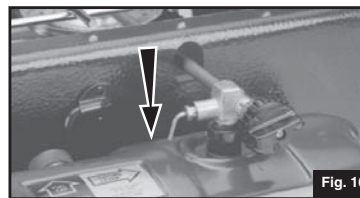

Fig. 16
- Espere un minuto completo; mueva la PALANCA DE ENCENDIDO hacia abajo. (Fig. 16)